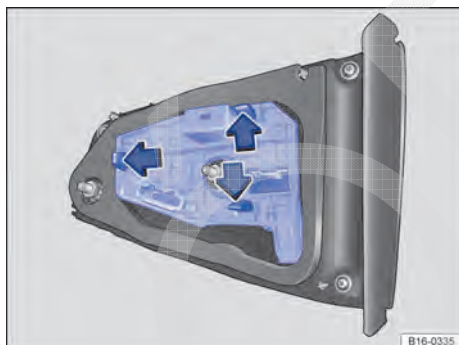

Fig. 245 Na tampa do compartimento de bagagem: desinstalar o suporte da lâmpada.
6.	Pressionar as tiras de travamento no sentido da seta → Fig. 245 e retirar o suporte da lâmpada.
7.	Substituir a lâmpada incandescente queimada por uma lâmpada incandescente nova do mesmo modelo → Fig. 245.